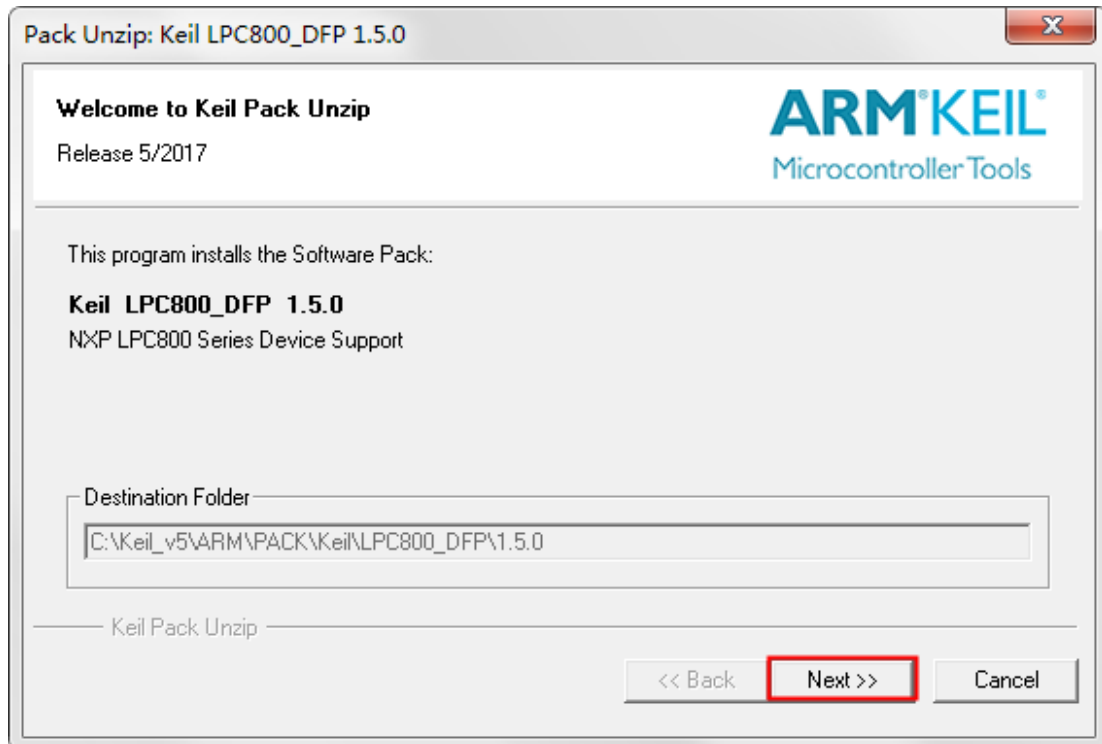

图 2.15 本地 Pack 安装
- (2) 找到具体需要的支持包并下载，例如：下载 LPC800 系列芯片的支持包，首先在网页中找到 LPC800 系列芯片支持包，然后点击后面的下载图标。如图所示，然后会弹出如图 2.15 所示的页面，点击【Accept】即可进入下载。
(1) 芯片支持包下载完成后，直接双击下载的 Pack 包，进入如图 2.15 所示的界面，